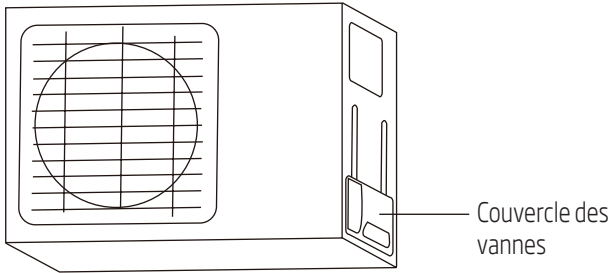

Fig. 3.9
1. Dévissez le couvercle de la vanne d'arrêt sur le côté de l'unité extérieure. (Voir Fig. 3.9)